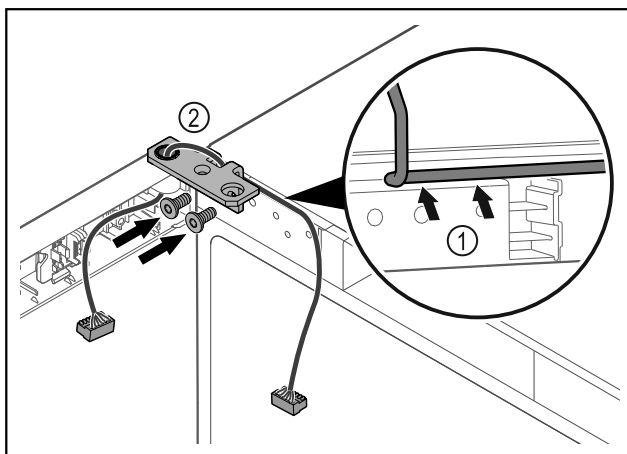

Fig. 63
- ▶ Provedite kabel kroz izrez na kutnoj šarci i oprezno ga položite Fig. 63 (1).
- ▶ Navrnite kutne šarke Fig. 63 (2).